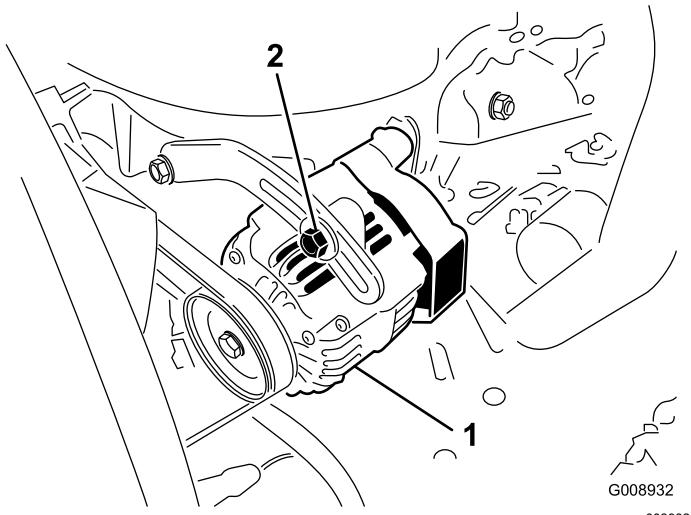

Figura 100
Controllate lo stato e la tensione delle cinghie (Figura 100) ogni 100 ore di servizio.
2. Se l'inflessione non è di 10 mm, allentate i bulloni di fissaggio dell'alternatore (Figura 100).